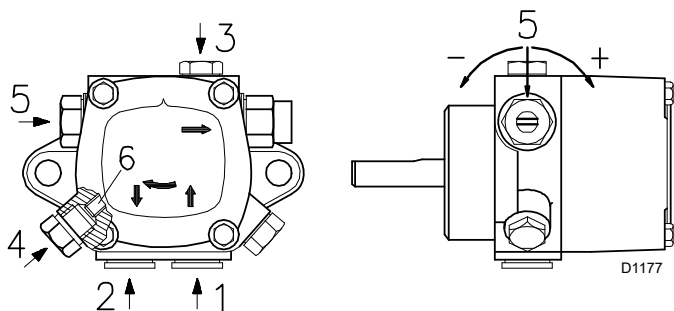
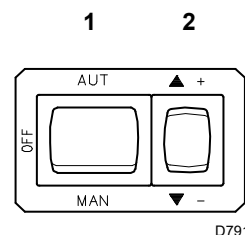

Рис. 25
Рис. 26
**Умовні позначення (Рис. 25)**
- Для того, щоб відбулося самозаповнення насоса, необхідно послабити гвинт 3)(Рис. 25) насоса (Рис. 25), щоб випустити повітря зі всмоктувальної лінії.
- Запустіть пальник, замкнувши пристрої керування та встановивши перемикач 1) (Рис. 26) у положення MAN, а перемикач 10) (Рис. 6) у положення OIL.
- Насос можна вважати заповненим, коли з гвинта 3) (Рис. 25) починає витікати паливо. Вимкніть пальник: установіть перемикач 1) (Рис. 26) в положення OFF і затягніть гвинт 3) (Рис. 25).